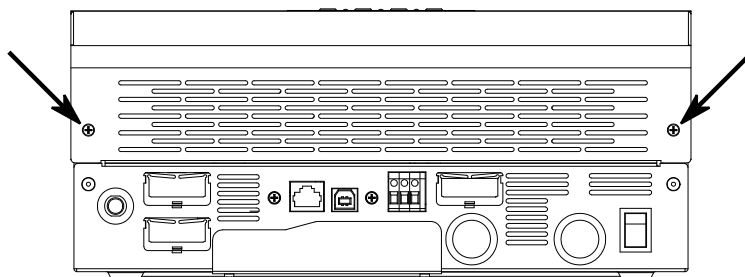

Figure 1 : Emplacement de la vis sur le couvercle inférieur
1. Avant d'installer le kit, veuillez enlever le couvercle inférieur en retirant les deux vis illustrées à la Fig. 1 et en tirant le couvercle vers le bas de l'onduleur pour exposer les bornes.